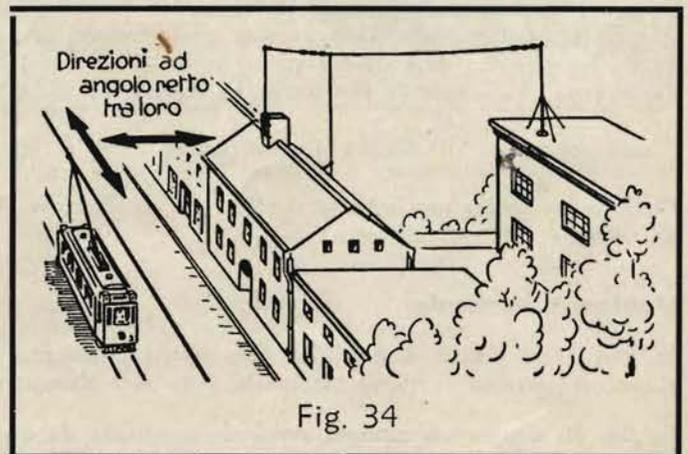

Fig. 34
*Bisogna evitare, possibilmente, che l'antenna sia parallela ai fili di corrente di una ferrovia o tranvia elettrica, che eventualmente passi nelle immediate vicinanze*. È anzi preferibile disporre l'antenna ad angolo retto rispetto alla linea della trazione elettrica (cioè in direzione perpendicolare ad essa) poichè le influenze disturbatrici si riducono in tal modo al minimo (v. fig. 34). *La stessa cosa vale per l'installazione di antenne in prossimità di linee elettriche di energia o di linee telefoniche*.